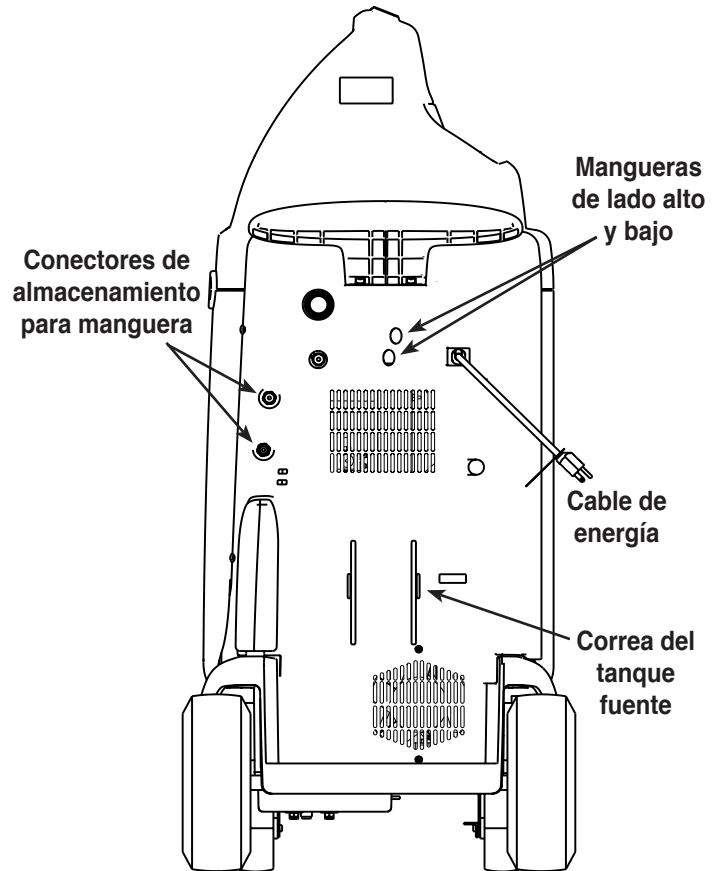

Figura 3
2. Después que se apague la bomba de vacío, fije el adaptador del tanque del lado bajo a la válvula de líquido en el tanque. Fije la manguera de servicio del lado bajo a este adaptador. Consulte la Figura 3.